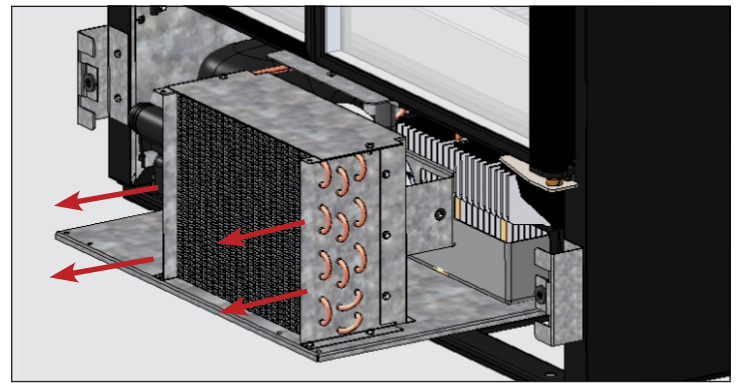

Abb. 6. Den Verflüssiger vorsichtig herausziehen.
7. Schieben Sie den Verflüssiger vorsichtig heraus (die Schlauchverbindungen sind flexibel). Siehe Abb. 6. Blasen Sie das Register vorsichtig mit Druckluft oder CO₂ aus, bis es sauber ist.